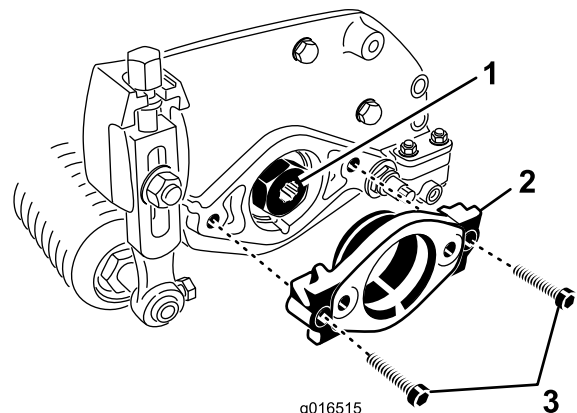

Bild 8
2. Nehmen Sie die zwei Inbusschrauben ab, mit denen die Motorhalterung links hinten am Mähwerk befestigt ist. Nehmen Sie die Motorbefestigung ab (Bild 8).
3. Schmieren Sie die Antriebskupplung innen mit Fett ein (Bild 8).
4. Schmieren Sie links hinten am Mähwerk etwas Öl auf den O-Ring und befestigen Sie die Motorhalterung mit den zwei vorher entfernten Inbusschrauben (Bild 8). Ziehen Sie die Schrauben mit 16 bis 20 Nm an.